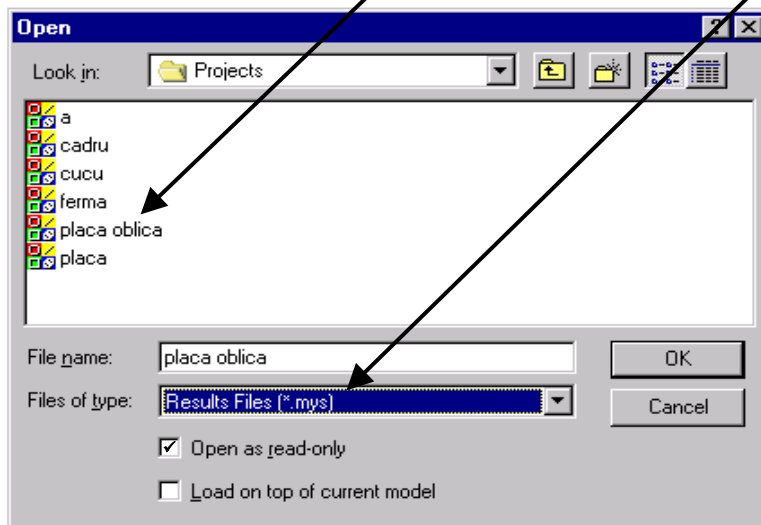

Fig. 44
- click dublu pe **LUSAS Modeller (2)** pentru apelarea programului pentru citirea și vizualizarea rezultatelor
- în caseta de dialog care va fi afișată se selectează opțiunea **Results File (*.mys)** pentru a avea acces la fișierul de rezultate (fig. 44)